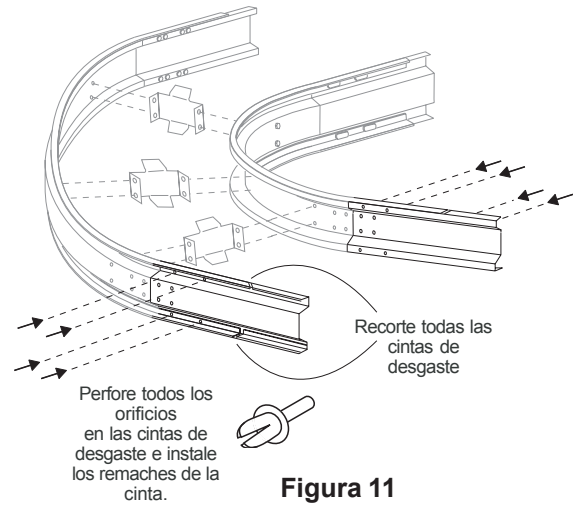

Figura 11
7. Recorte los extremos de las cintas de desgaste de la curva horizontal para lograr los espacios y ángulos adecuados en relación con los extremos de las cintas de desgaste de la sección recta. Perfore en la cinta todos los orificios para los remaches de la cinta de desgaste. Finalmente, instale los remaches de la cinta. Vea la *Figura 11*.